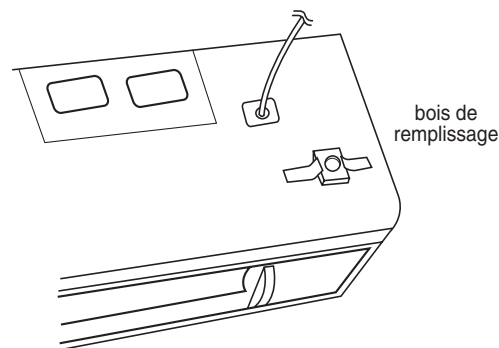

Figure 26
- Aligner les morceaux de bois de remplissage sur les deux ouvertures du dessus du four et les fixer en place à l'aide de ruban adhésif. Voir la figure 26.